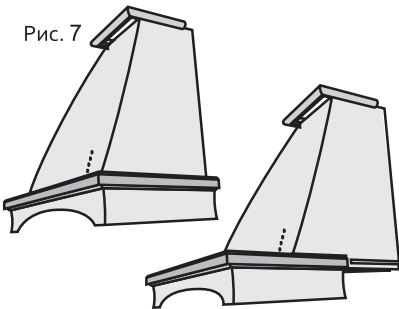

Рис. 7
1. Вставить багет на купол вытяжки до совмещения технологических отверстий купола вытяжки и багета (рис. 7);